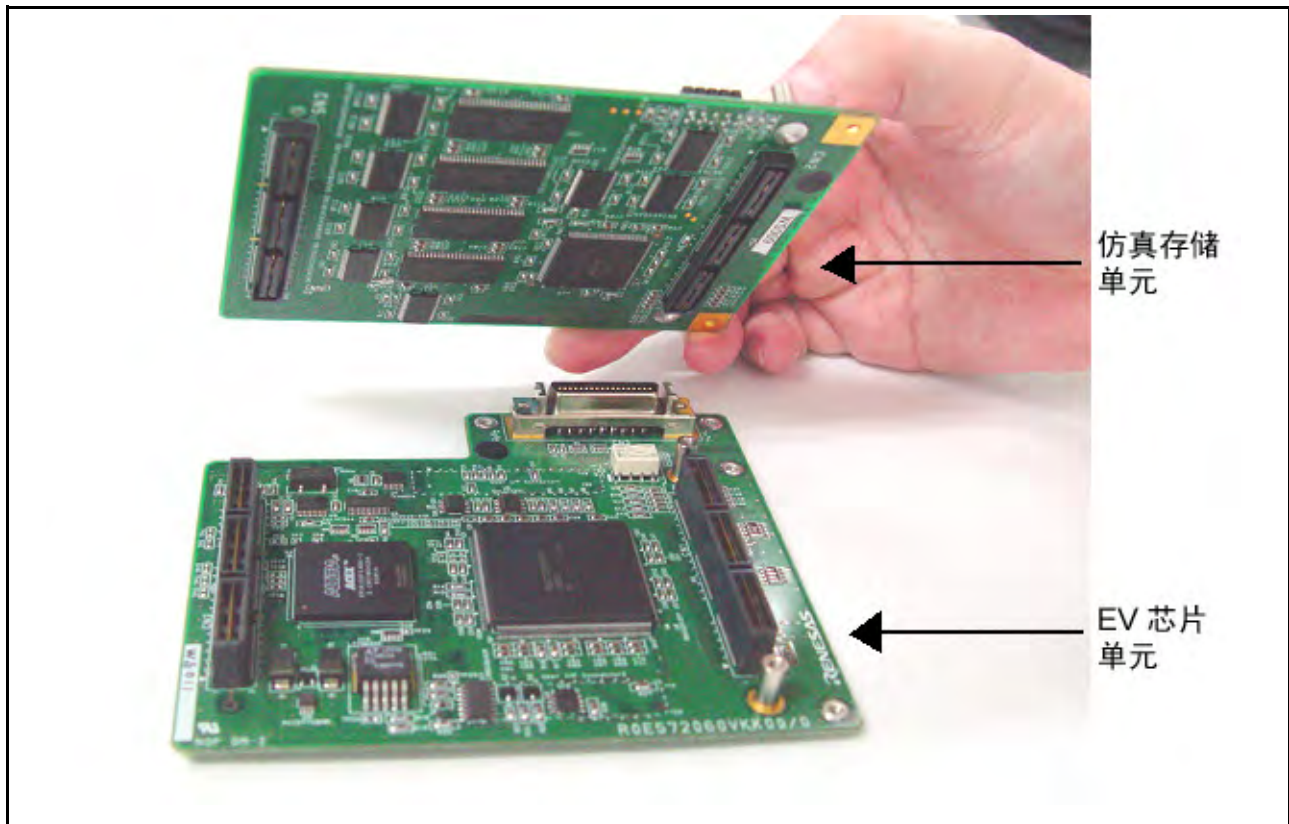

图 2.15 将仿真存储器单元连接至 EV 芯片单元
- 仿真存储器单元与 EV 芯片单元一同使用时，将仿真存储器单元连接至 EV 芯片单元（如图2.15 所示）。